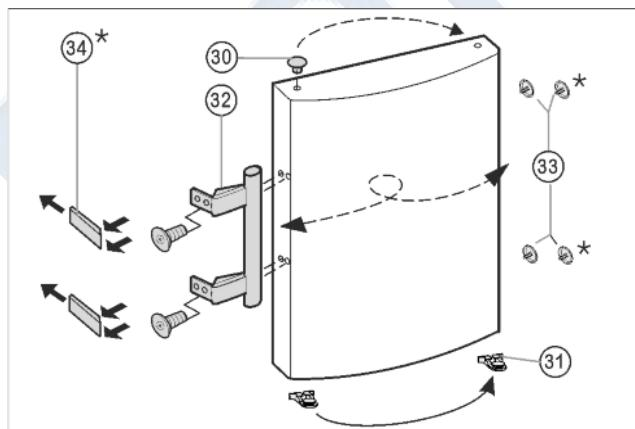

Fig. 7
- ▶ Извлеките пробку *Fig. 7 (33)* из опорной втулки дверцы и переставьте.
- ▶ Снимите и переставьте на противоположную сторону дверную ручку *Fig. 7 (32)*, пробку *Fig. 7 (33)* и прижимные пластины\* *Fig. 7 (34)*.